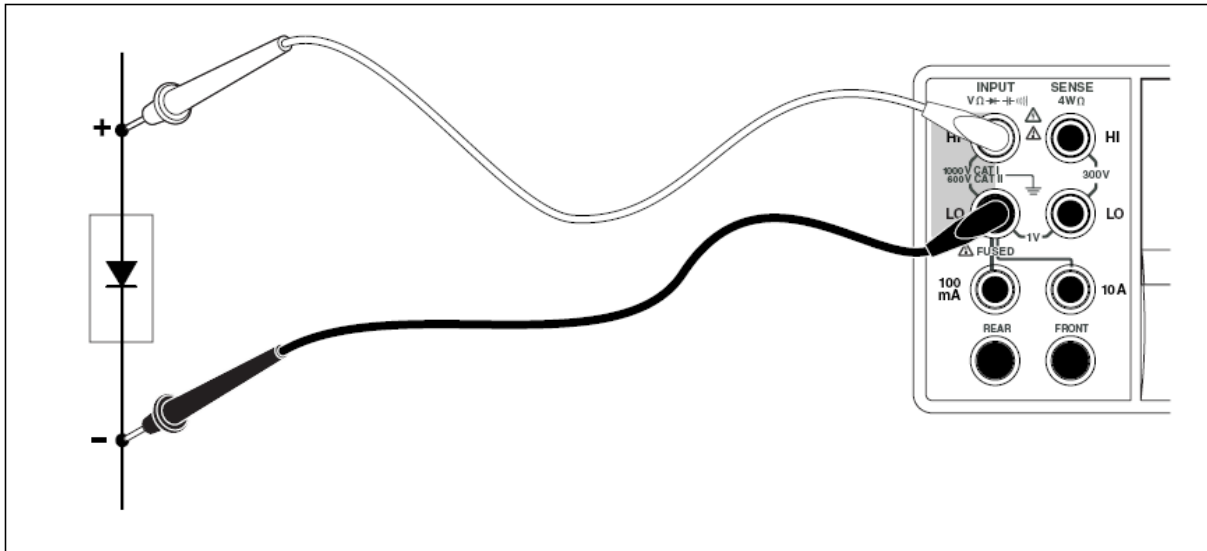

Figura 4-8. Conexiuni pentru testarea diodelor
3. Conectați cablurile de testare așa cum este indicat în figura 4-8.